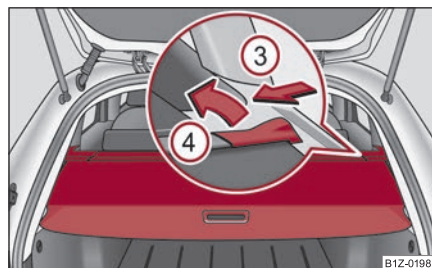

Fig. 98 Maletero: sacar la cubierta del maletero
- Para transportar equipaje voluminoso se puede desmontar la cubierta del maletero. Inserte la pieza desplazable, por el lado, en el sentido de la flecha ③ y saque la cubierta del maletero en el sentido de la flecha ④ ⇒ fig. 98.